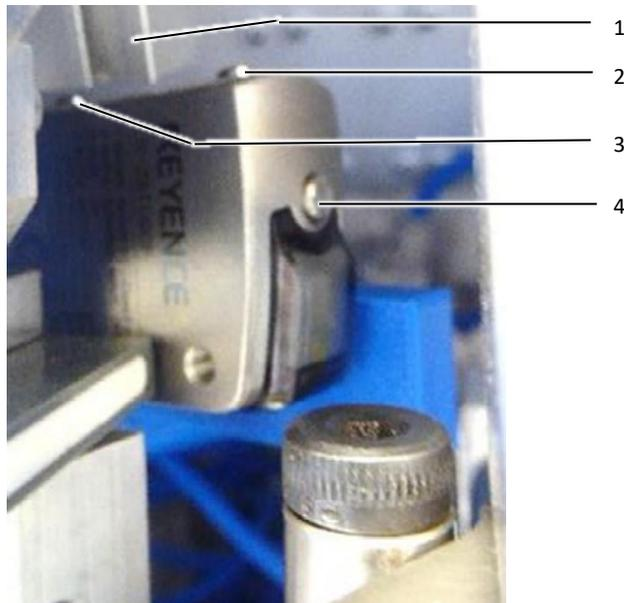

Abb. 16: Lichtschranke
- Schieben Sie das Hülsentrennmesser (Abb. 16, Pos. 1) nach oben.
- Entsperren Sie die Lichtschanke, indem Sie die Einstellknöpfe (Abb. 16, Pos. 2 und 3) gleichzeitig für 3 Sekunden gedrückt halten. Auf dem Display der Lichtschanke erscheint „UNL“.
- Halten Sie den Einstellknopf an der rechten Seite (Abb. 16, Pos. 4) für 3 Sekunden gedrückt, bis im Display „SET“ blinkt.
- Stellen Sie den Wert „20“ ein (zur Feineinstellung kann die Empfindlichkeit mit den Einstellknöpfen (Abb. 16, Pos. 2 und 3) zwischen -99 und 999 eingestellt werden).
- Sperren Sie die Lichtschranke, indem Sie die Einstellknöpfe (Abb. 16, Pos. 2 und 3) gleichzeitig für 3 Sekunden gedrückt halten. Auf dem Display erscheint „LOC“.